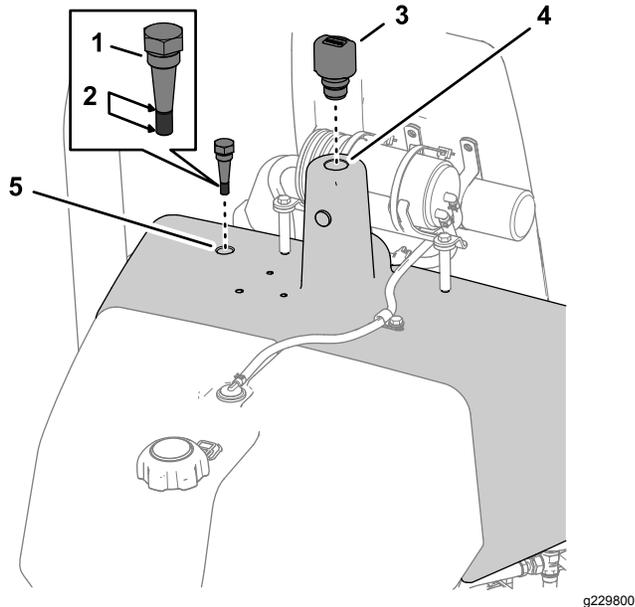

图50
3. 拧开液压油箱顶部的量油尺将量油尺擦拭干净插入后再次取出图50。
4. 如果量油尺上没有油请从液压油箱的加油颈上取下盖子图50将指定液压油缓慢地加入到液压油箱中直至液位达到量油尺凹槽上请参阅 液压油规格 \(页码 33\)。
5. 将量油尺和通气孔装入液压油箱图50。